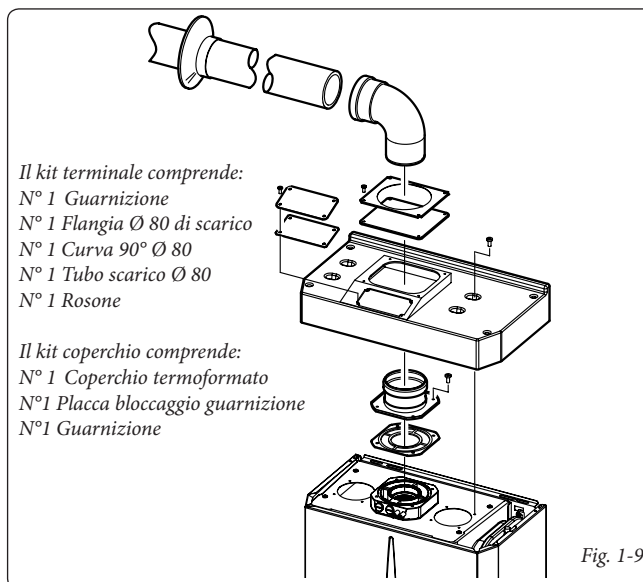

Fig. 1-9
- Montaggio kit copertura (Fig. 1-9).** Smontare dai fori laterali rispetto a quello centrale i due tappi e le guarnizioni presenti. Installare la flangia Ø 80 di scarico sul foro centrale della caldaia interponendo la guarnizione presente nel kit e serrare con le viti in dotazione. Installare la copertura superiore fissandola con le viti precedentemente smontate dai tappi laterali. Innestare la curva 90° Ø 80 con lato maschio (liscio), nel lato femmina (con guarnizioni a labbro) della flangia Ø 80 sino a portarla in battuta, tagliare la guarnizione nell'apposita scanalatura del diametro desiderato (Ø 80), farla scorrere lungo la curva e fissarla tramite la piastra in lamiera. Innestare il tubo di scarico con lato maschio (liscio), nel lato femmina della curva 90° Ø 80, accertandosi di avere già inserito il relativo rosone, in questo modo si otterrà la tenuta e la giunzione degli elementi che compongono il kit.